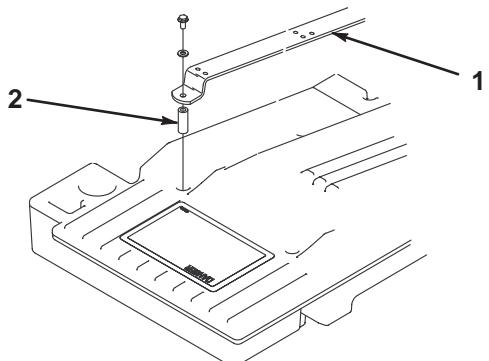

図3
- 機体にシートストラップを固定しているネジ、ワッシャ、スペーサを外す (図3)。